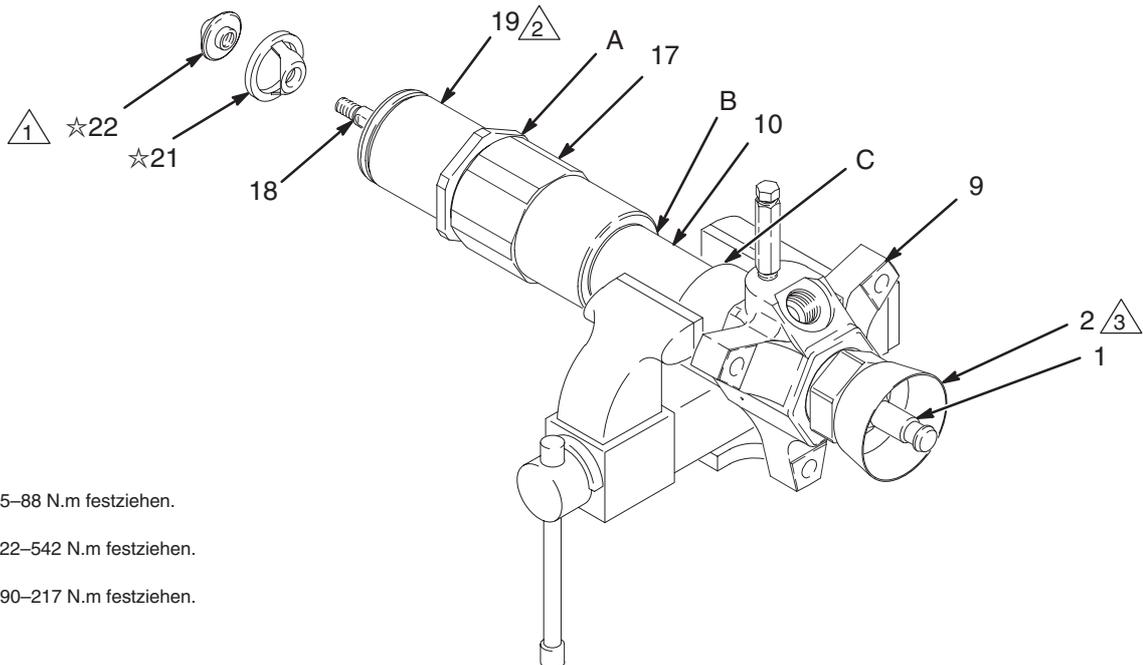

Abb. 4
1. Die Pumpe am unteren Umschaltpunkt anhalten, so daß die Schlüssel­flächen der Schöpfkolben­stange (18) unter dem Einlaß­zylinder (19) freiliegen. Die Unter­pumpe muß nicht vom Motor abgenommen werden, wohl aber möglicherweise von der Heizplatte.
3. Die Schlüssel­flächen der Schöpfkolben­stange (18) mit einem verstellbaren Schlüssel halten und mit einem zweiten Schlüssel den Schöpfkolben­sit­z (22) von der Stange abschrauben. Schöpfkolben (21) von der Stange schieben. Innere und äußere Oberflächen des Kolbens (21) auf Kratzer, Verschleiß oder andere Beschädigungen untersuchen.
4. Den Schöpfkolben (21☆) bis zum Anschlag auf die Stange (18) schieben. Die Stange (18) mit einem Schraubenschlüssel an ihren Schlüssel­flächen fest halten und den Sitz (22☆) mit einem anderen Schraubenschlüssel auf die Stange schrauben. Mit 75–88 N.m anziehen. Siehe Abb. 4.
3. Die Pumpe so in einen Schraubstock einspannen, daß das Auslaßgehäuse (9) wie in Abb. 4 auf Seite 11 angeordnet ist.
4. Den Schöpfkolben (21) wie auf Seite 11 beschrieben wieder abmontieren.
5. Eine Rohrzange auf den Sechskant des Einlaßzylinders (19) ansetzen und diesen vom Einlaßgehäuse (17) abschrauben. Die Pumpe kann an den Verbindungen A, B oder C getrennt werden.
4. Den Einlaßzylinder (19) in das Einlaßgehäuse (17) schrauben. Eine Rohrzanze auf den Sechskant des Zylinders (19) ansetzen und diesen mit 522–542 N.m festziehen. Dadurch werden auch das Einlaßgehäuse (17) und der Pumpenzylinder (10) in das Auslaßgehäuse (9) eingedreht. Siehe Abb. 4 auf Seite 11.